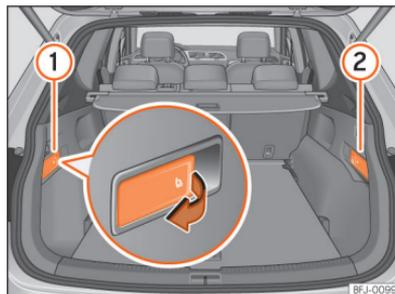

Abb. 103 Im Gepäckraum: Hebel zum Entriegeln der Rücksitzlehne.
- Ziehen Sie am Hebel zur Fernentriegelung auf der linken **»» (Abb. 103) ①** oder rechten **②** Seite der Rückenlehne in Pfeilrichtung. Der entriegelte Teil der Rücksitzbank klappt nun automatisch nach vorn um.